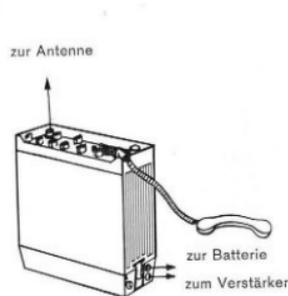

Bild 7.
2.4. Kombierter Einsatz Fahrzeug/tragbar (Bild 7 und 8)